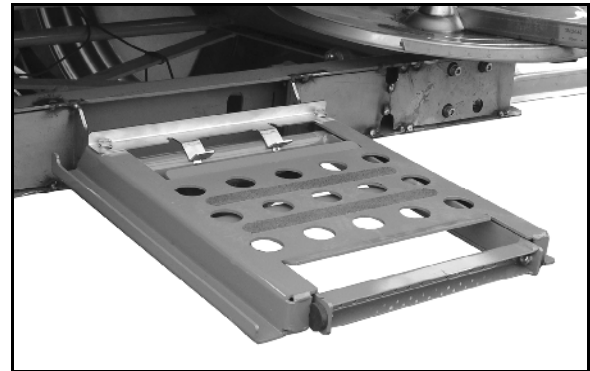

Bild 39
- När stegen inte används svänger du upp den (Bild 39) och skjuter den framåt med trapplanet.